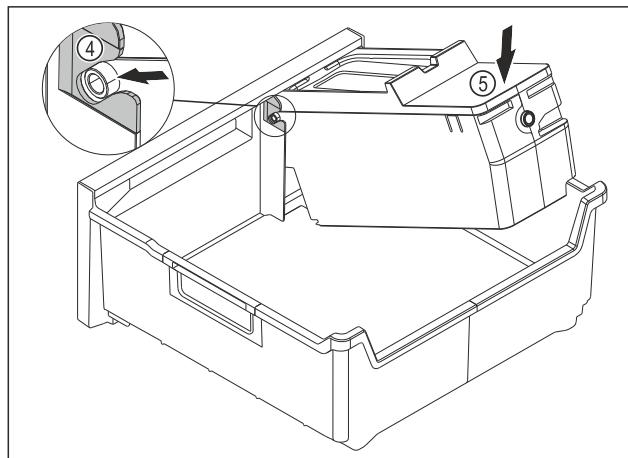

Fig. 216
- ▶ Monter le corps de l'EasyTwist-Ice : Insérer les axes du corps de l'EasyTwist-Ice dans les guides Fig. 216 (4).
- ▶ Appuyer l'arrière du corps de l'EasyTwist-Ice Fig. 216 (5) vers le bas.